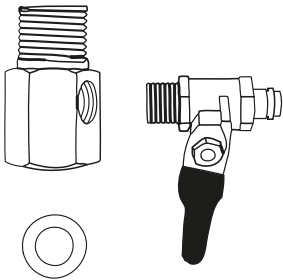

Рис. 6
2.1. Соберите узел подачи воды путем соединения шарового крана с тройником, как показано на **рис. 6**. Используя ленту ФУМ, вверните кран подачи воды в тройник. Будьте предельно осторожны при подсоединении крана — чрезмерное усилие повредит его резьбу. Используйте только гаечный или малый разводной ключ. Не используйте другие материалы для герметизации соединения.